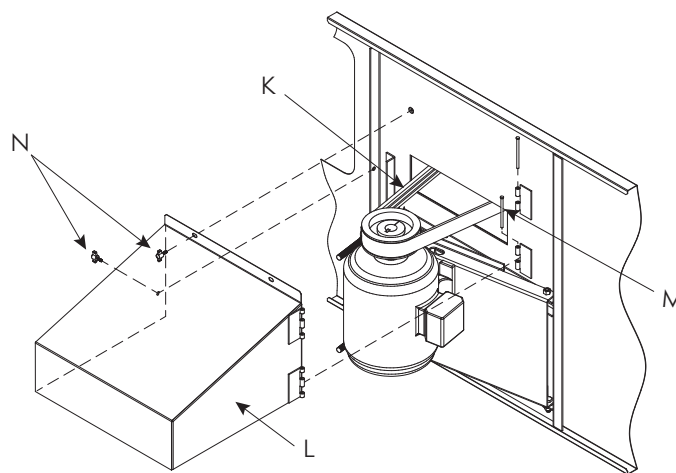

Abb. 17b – Montage von Motorabdeckung und Powerband-Keilriemen
7. Bringen Sie den Powerband-Keilriemen **K** (**Abb. 17b**) auf die Riemenscheibe von Ventilator und Motor. Spannen Sie den Riemen mithilfe von Muttern an den Gewindestangen, wobei der Keilriemen nicht überspannt werden darf. Die Mitte des Keilriemens sollte durchmäßigen Fingerdruck etwa ½" (12,7 mm) nachgeben.
10. Zur Installation der Motorabdeckung **L** sind die Scharniere auszurichten und die Scharnier-Stifte **M** einzusetzen (siehe **Abb. 17b**).